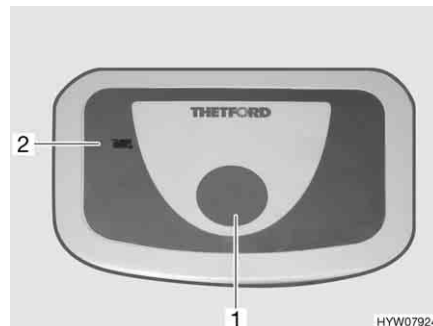

Fig. 138 Pulsante dello sciacquone/spia di controllo toilette Thetford
- Per sciacquare premere il pulsante blu (Fig. 138,1).
La spia di controllo (Fig. 138,2) si accende quando il serbatoio fecale deve essere svuotato.